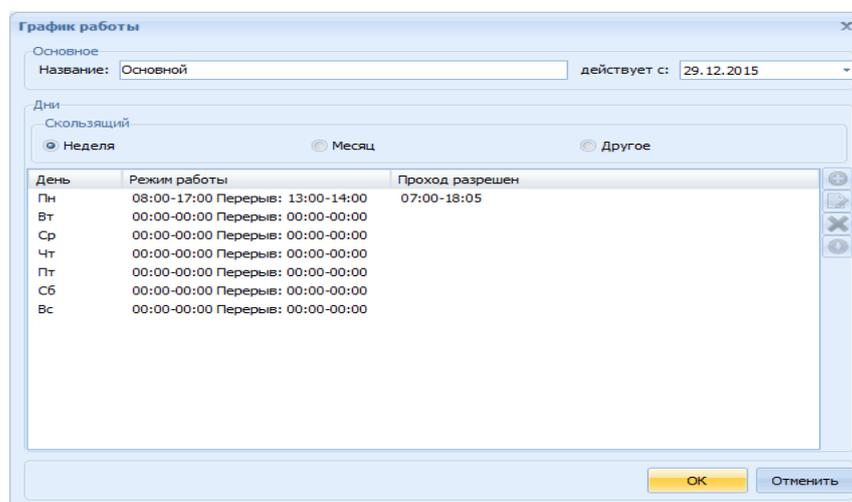

Рис. 31 Окно Добавления графика работы
3. В открывшемся окне **График работы** заполнить предложенные поля (Рис. 31):